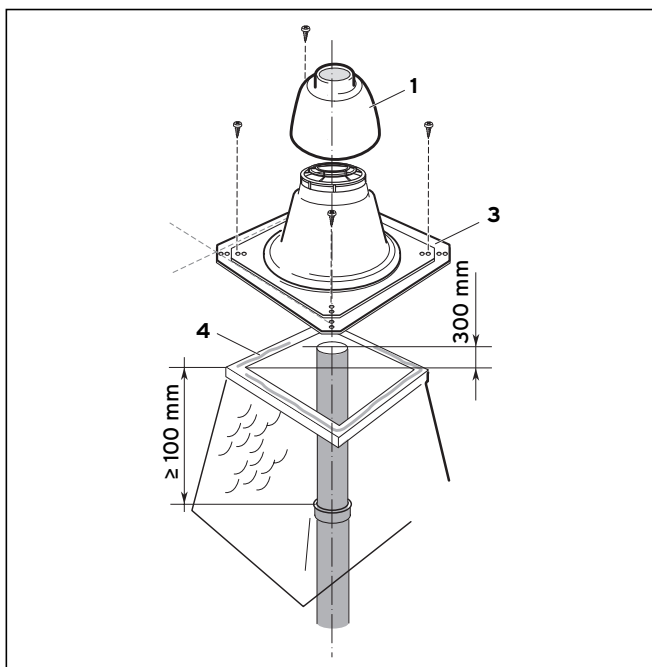

Рис. 6.21 Монтаж насадки на шахту при жесткой системе отвода продуктов сгорания в шахте
- Загерметизируйте край устья силиконом (4, см. рис. 6.21).
При необходимости можно уменьшить ножку насадки на шахту (3, см. рис. 6.21) (отпилить край).
- Закрепите ножку насадки на шахту (3, см. рис. 6.21) четырьмя винтами на краю устья.
- Зажмите колпак насадки на шахту (1, см. рис. 6.21) на трубу жесткой системы отвода продуктов сгорания и сильно надавите. (Колпак не защелкнется на ножке.)